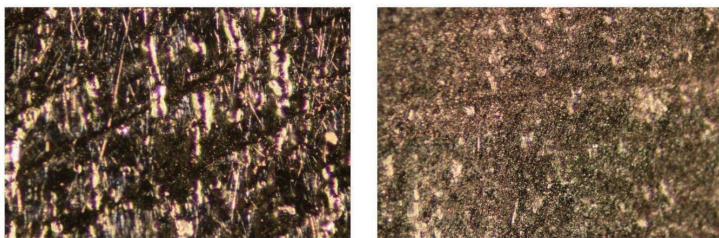

图 2 镀膜前后不锈钢表面光滑度的对比：左图为镀膜前，右图为镀膜后
- 表面光滑性。微细凹痕处的表面反应面积比光滑处相对要大一些，因此惰硅层能优先沉积于工件的微细凹痕处，从而提高工件表面的光滑度。在显微镜下，可以很好的观察到这一填平效果 (图 2)。